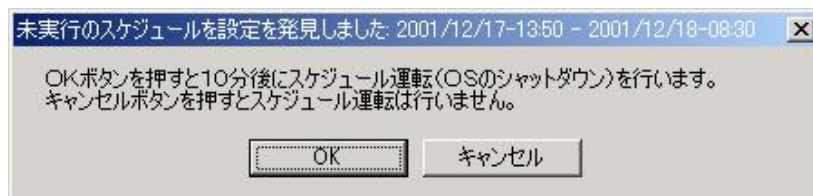

図 48 未実行スケジュールの実行or中止
**[注意1]**Windows Vista & Windows Server 2008 の場合 Windows Vista または Windows Server 2008 では下記(図 48)のダイアログが表示されませんが、スケジュールは実行されます。